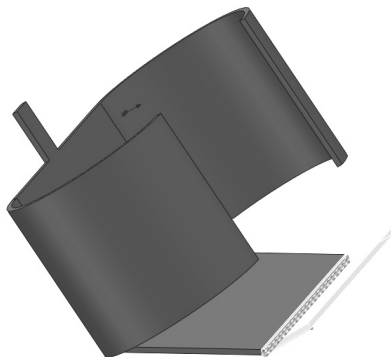

图 10-32 添加斜接法兰特征
2) 单击“钣金”工具栏中的（斜接法兰）按钮，或选择“插入”→“钣金”→“斜接法兰”菜单命令，或者单击“钣金”面板中的“斜接法兰”按钮。弹出“斜接法兰”属性管理器，如图 10-32 所示。系统随即会选定斜接法兰特征的第一条边线，且图形区域中出现斜接法兰的预览。